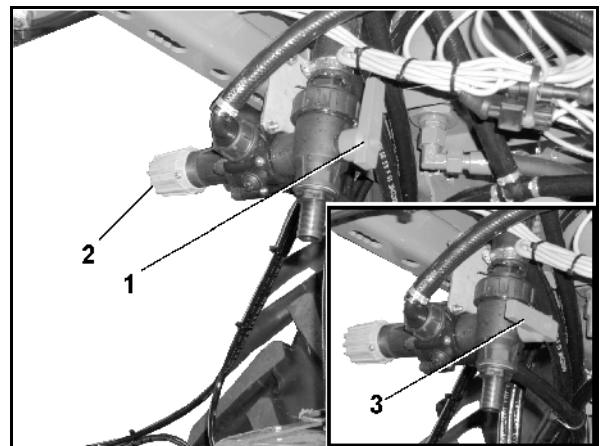

Fig. 78
- DUS-omkopplingskran (Fig. 78/1).
- DUS-tryckbegränsningsventil (Fig. 78/2). DUS-tryckbegränsningsventilen är från fabrik fast inställd, den reducerar trycket i omloppssystemet till 1 bar.
Då DUS-omkopplingskranen står i pos (Fig. 78/1), är tryckomloppssystemet inkopplat.
Då DUS-omkopplingskranen står i pos (Fig. 78/3), är tryckomloppssystemet urkopplat.